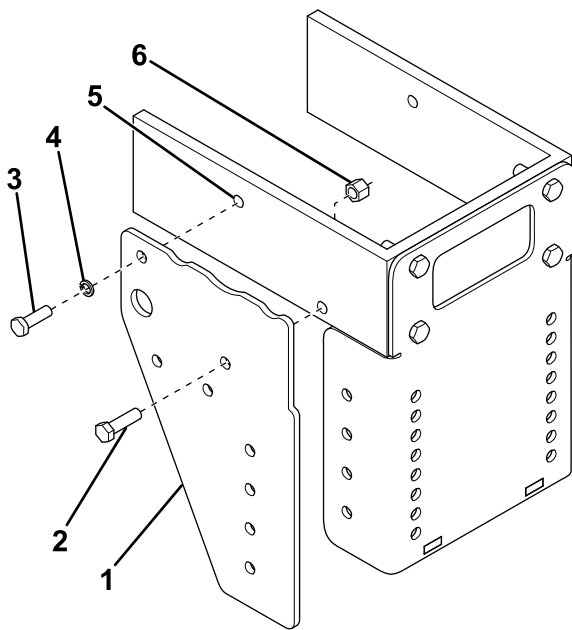

Figura 2
3. En el lado derecho del bastidor, retire el perno existente del taladro indicado en Figura 2.
4. Sujete la parte trasera de la placa lateral derecha usando un perno (M12) y una arandela de freno (Figura 2).
5. Sujete la parte delantera de la placa lateral derecha usando un perno ($\frac{1}{2}$ " x $1\frac{3}{4}$ " y una tuerca (Figura 2).